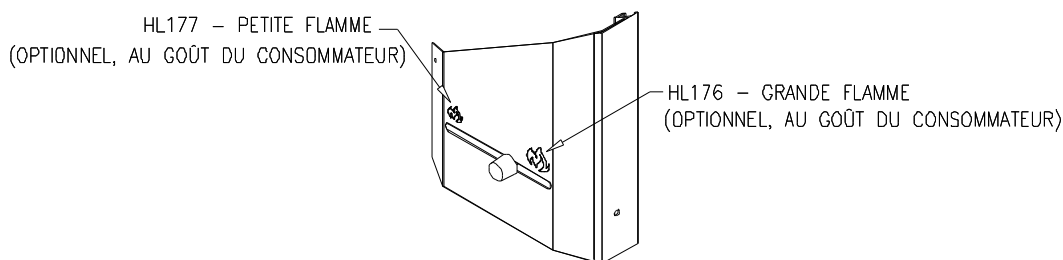

Figure 3.4
4. Ouvrez complètement la manette de tirage, située sur le côté droit de la plaque avant, en la glissant à fond vers la droite (Figure 3.4).